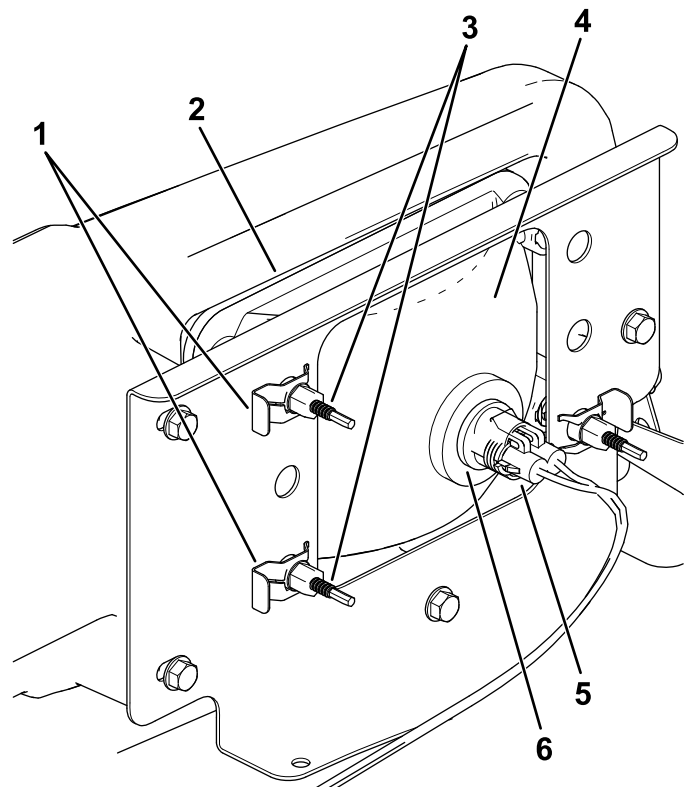

Bild 42
3. Schließen Sie den elektrischen Anschluss für den Kabelbaum vom Lampenanschluss ab (Bild 42).
- Entfernen Sie die Schellen, mit denen der Scheinwerfer an der Scheinwerferhalterung befestigt ist (Bild 42).
- Schieben Sie den Scheinwerfer nach vorne durch die Öffnung in der vorderen Stoßstange und entfernen Sie ihn (Bild 42).
- Setzen Sie den neuen Scheinwerfer durch die Öffnung in der Stoßstange ein (Bild 42).
- Schließen Sie den elektrischen Anschluss für den Kabelbaum am Lampenanschluss an (Bild 42).
- Drehen Sie die Einstellschrauben an der Rückseite des Scheinwerfers (Bild 42), um den Scheinwerfer zu drehen und den Scheinwerferstrahl einzustellen.